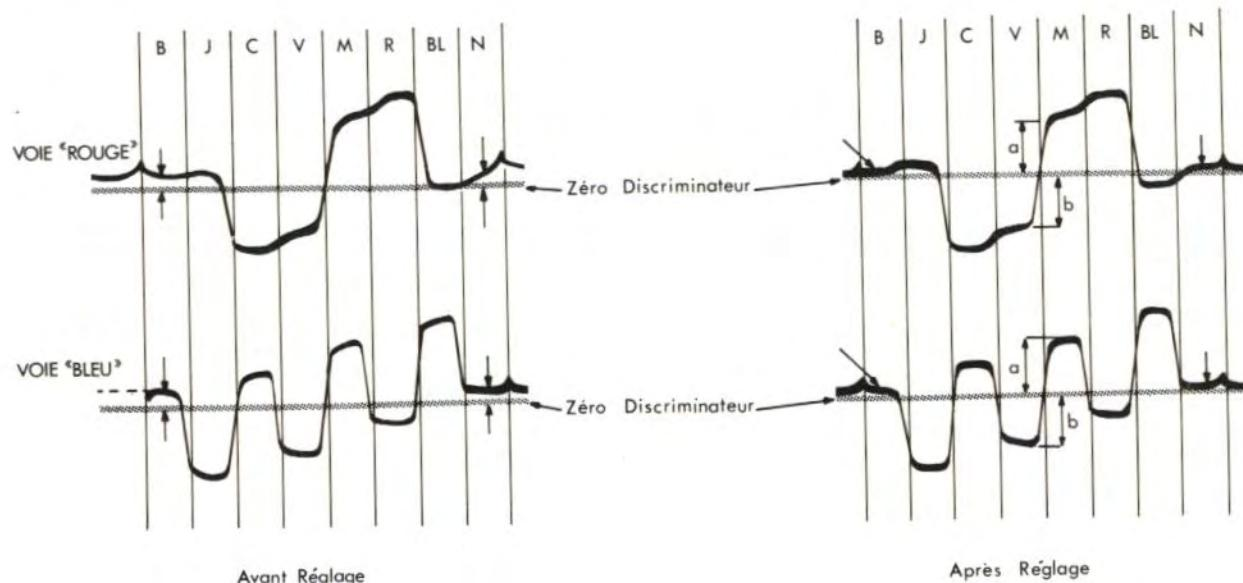

Fig 2.6
- L'examen à l'oscilloscope donnera le signal de démodulation du discriminateur et une ligne de référence correspondant à l'absence de sous-porteuse, c'est-à-dire au zéro discriminateur (fig. 2.6.)
Il conviendra de repérer le premier palier et le huitième palier, correspondant respectivement au blanc et noir ; et aligner ceux-ci avec la ligne de référence, fig. 2.6.
a = b fig. 2.6. Vérifier également la voie "Bleu".